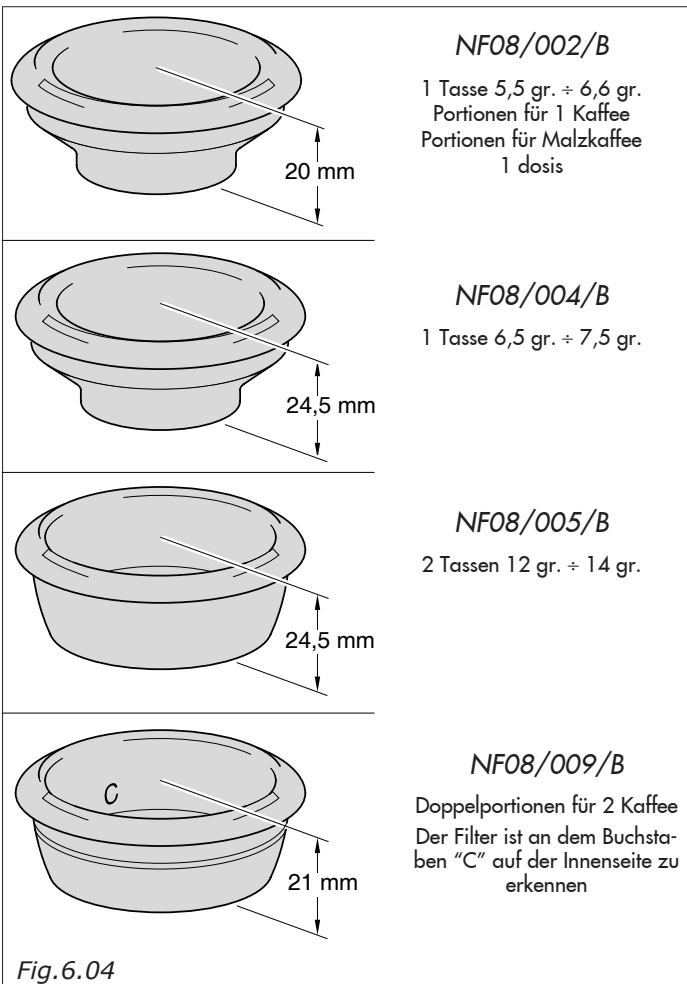

Fig.6.04
Die Filter müssen je nach der Menge des gemahlten Kaffees, wie beschrieben (Abb.6.04), benutzt werden. so wird vermieden, dass die Kaffeesatzpastille nach der Kaffeeausgabe an der Brühgruppe hängen bleibt.
- Den richtigen Filter wählen und in den Filterträger einlegen, dabei kleine Filter für eine Tasse und große Filter für zwei Tassen verwenden (Abb.6.04).